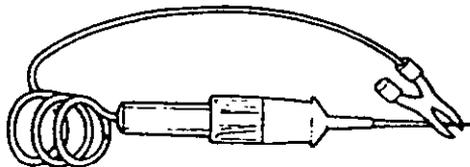

FIG. 6.1 LUZ DE PRUEBAS DE 12 VOLTIOS.
**Luz de pruebas de 12 voltios (Fig. 6.1).-** Esta herramienta se usa para checar si hay paso de corriente por un cable. Se trata de una lámpara y dos cables; uno con punta recta y aguda y el otro con un caimán. Conecte el caimán a tierra y la punta aguda al cable de revisión. Nunca utilice una luz de prueba en una computadora a menos que se indique lo contrario. La luz de pruebas de 12 voltios es similar a la luz de pruebas con batería, pero son diseñadas para fines diferentes.